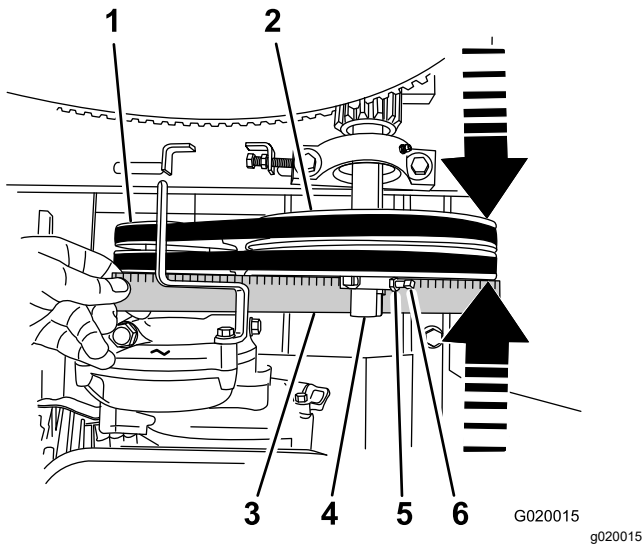

Figure 67
5. Placez une règle droite en travers de la face de la poulie de moteur et la poulie de tension (Figure 67).
- B. Desserrez les contre-écrous et les vis de maintien qui fixent la poulie de tension à l'arbre de renvoi (Figure 67).
- C. Avec une massette, tapez la poulie de tension vers l'avant ou l'arrière le long de l'arbre de renvoi jusqu'à ce que la poulie de moteur et la poulie de tension soient alignées sur la règle droite (Figure 67).
- D. Resserrez les contre-écrous et les vis qui fixent la poulie de tension à l'arbre de renvoi (Figure 67).